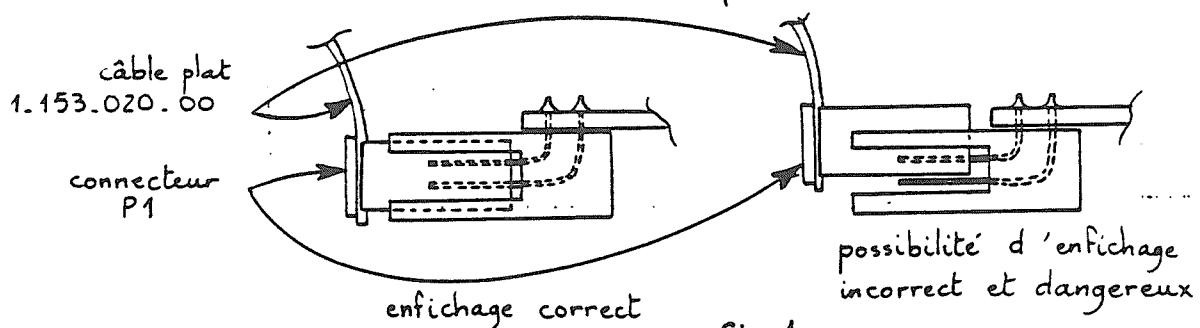

Fig. 1
- vérifier également avec soin que le connecteur P1 du câble plat 1.153.020.00 (voir fiche couplage page 1) est correctement enfiché (voir figure 1)
- enficher le connecteur P1 du câble plat 1.153.020.00 (voir fiche couplage page 1) à l'arrière de l'unité. Prendre soin de vérifier son positionnement (voir fig. 1)